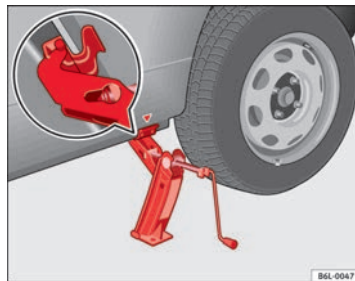

Abb. 140 Wagenheber
- Richten Sie den Wagenheber so aus, dass seine Klaue den Steg des Unterholms umfasst und die bewegliche Grundplatte plan auf dem Boden aufliegt ⇒ **Abb. 140**.